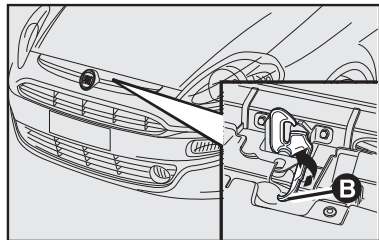

fig. 117
- 2) Tire la traba **A-fig. 117**, ubicada sobre la rejilla frontal, por debajo del capó, como indicado por la flecha.